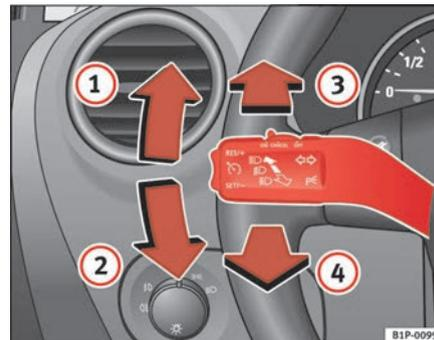

Fig. 77 Palanca de intermitentes y de luz de carretera
- Desplace la palanca hacia arriba hasta el tope ⇒ fig. 77 ① para encender el intermitente **derecho** o bien hacia abajo ②, para encender el intermitente **izquierdo**.
- Desplace la palanca hacia adelante \Rightarrow página 123, fig. 77  para encender la luz de carretera.